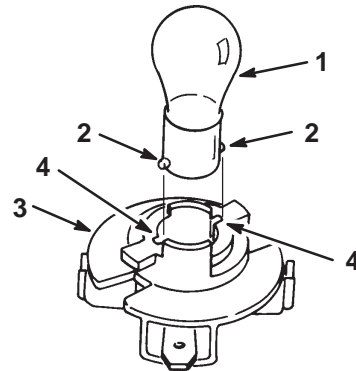

**Bild 49**
3. Drehen Sie die Birnenfassung um 1/4 Umdrehung entgegen dem Uhrzeigersinn und nehmen die Birne aus dem Reflektor (Bild 49).
2. Die Birnenfassung hat zwei Nasen (Bild 49). Fluchten Sie die Nasen auf die Schlitz im Reflektor aus, setzen die Birnenfassung in den Reflektor ein und drehen die Birne im Uhrzeigersinn 1/4 Umdrehung bis zum Anschlag.